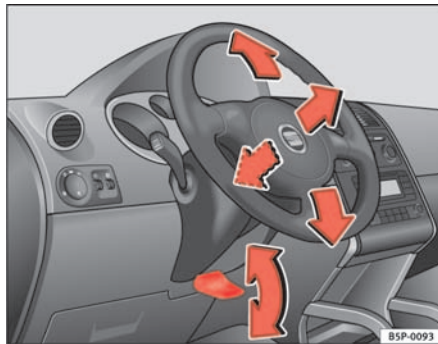

Fig. 128 Regulação da posição do volante
- Virar para baixo a alavanca ⇒ **fig. 128** por baixo da coluna da direcção ⇒ **⚠**.